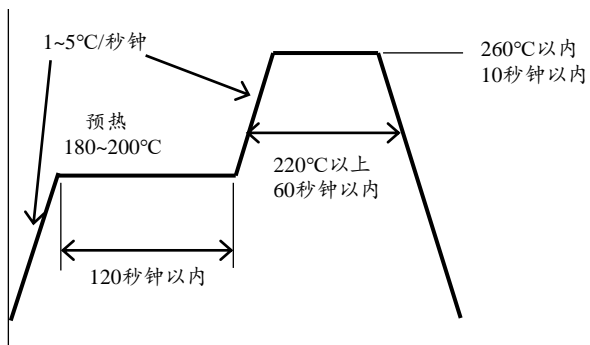

图8. 回流焊推荐条件
- 2) 关于回流焊温度曲线，应该在参考图8的基础上，根据使用的焊料进行设定。